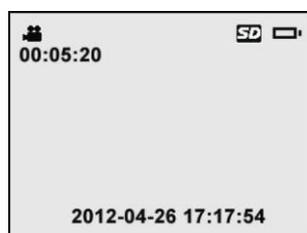

Рисунок 23
**ПРИМЕЧАНИЕ.** *Перед записью видео проверьте показание таймера под значком видеокамеры, чтобы определить продолжительность видеозаписи, которую можно сохранить в свободной области памяти. См. рисунок 23.*